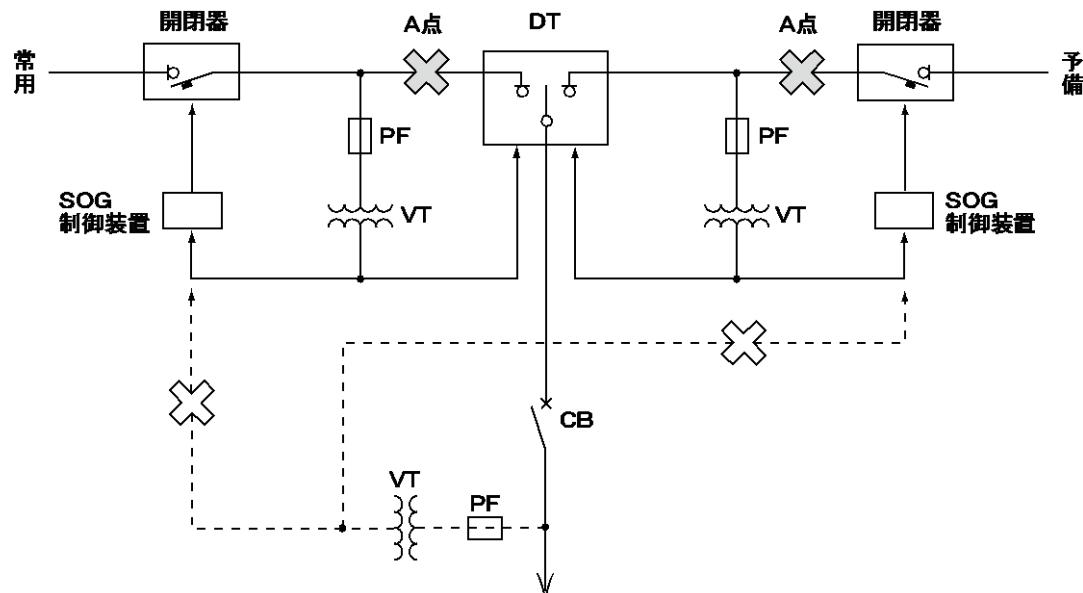

図 10 制御電源のとり方（2回線引込みの場合）
- ⑧2回線引込みで、両回線ともに常時給電されている場合、制御電源は必ず図10のように印加してください。